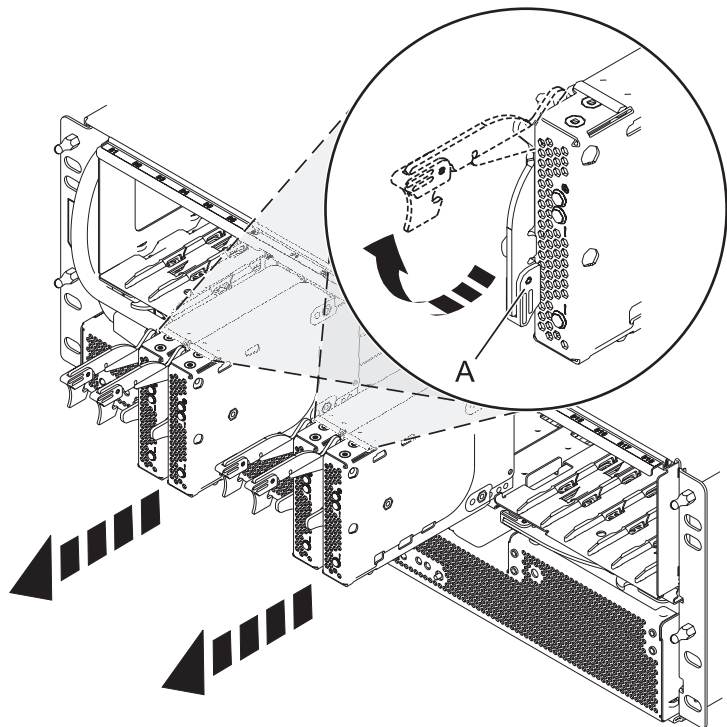

Figure 23. Retrait de la carte de port du fond de panier
7. Retirez les cartes de port et les éléments de remplissage comme indiqué dans la figure 23, à la page 33.
- a. Saisissez l'extrémité de la poignée de verrouillage (A) et tirez-la vers le haut pour déverrouiller la carte de port.